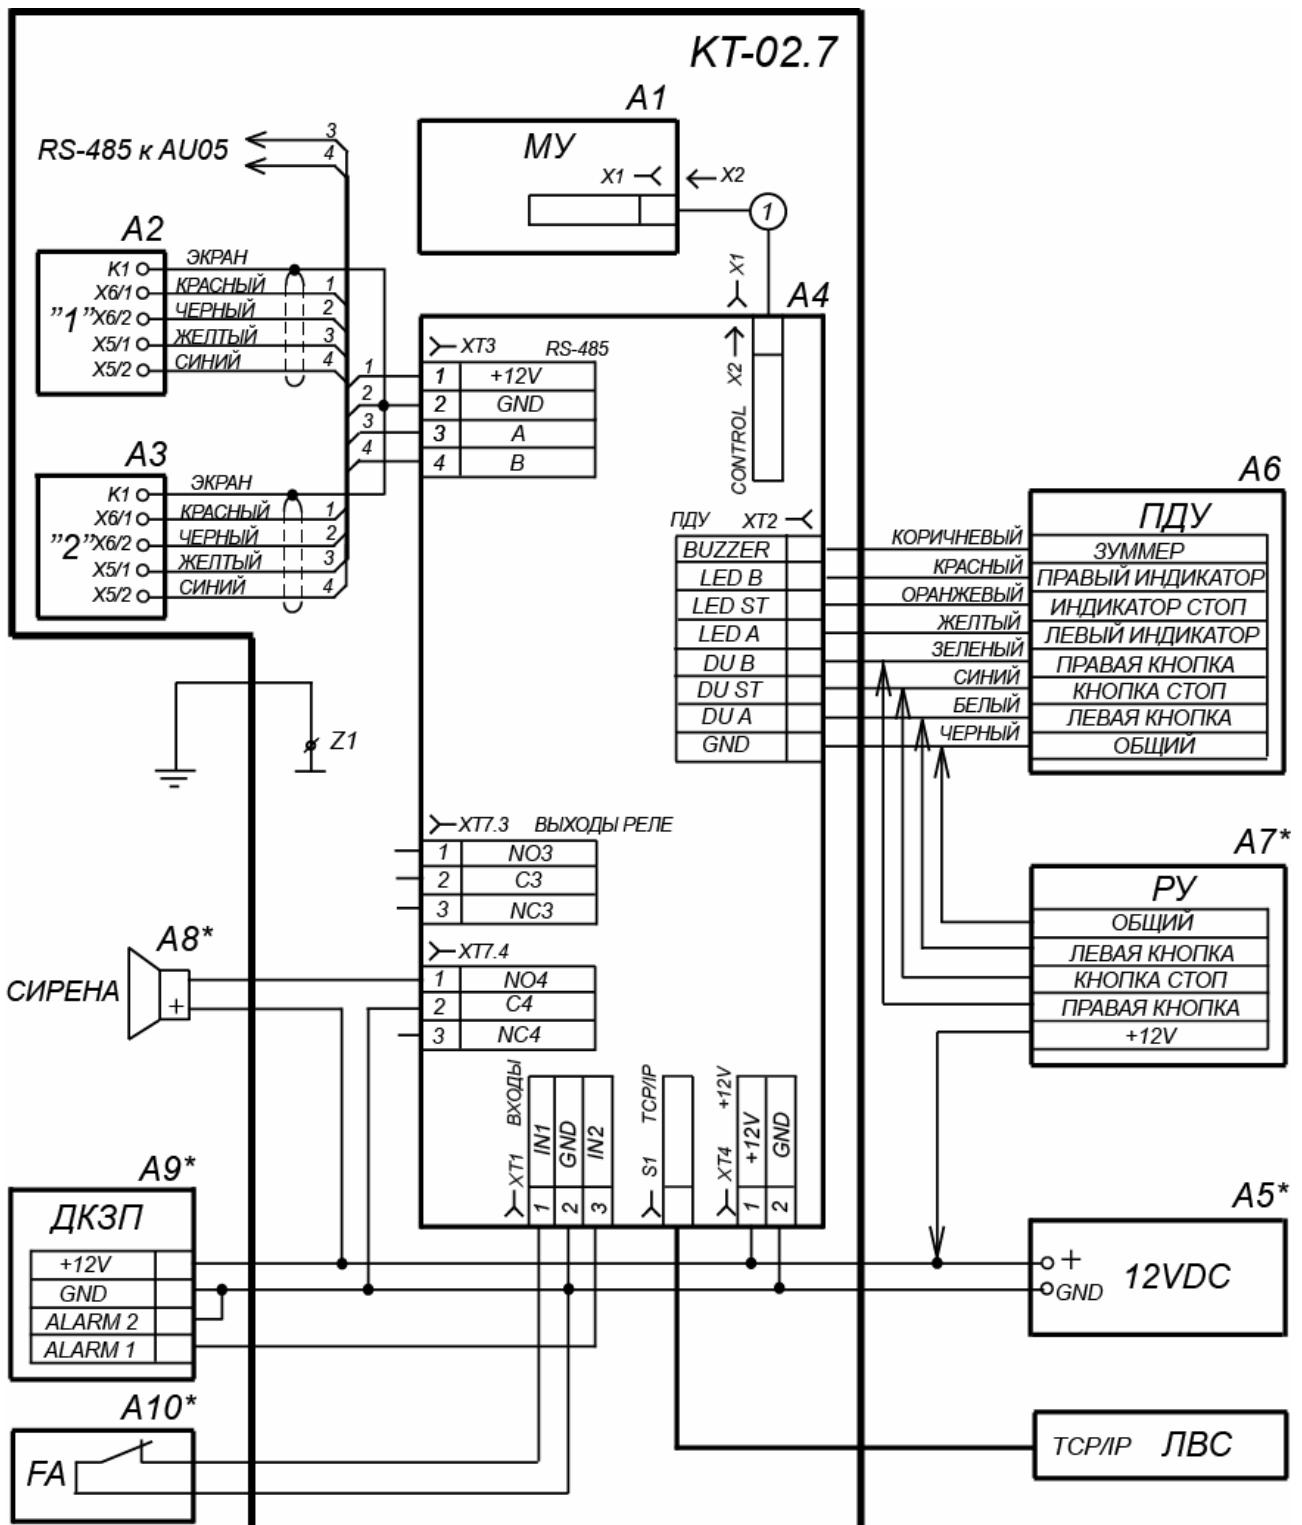

Рисунок 12. Схема подключения ЭП и дополнительного оборудования¹
Расположение клеммных колодок на плате контроллера ЭП показано на рис. 5, назначение контактов клеммных колодок указано в табл. 1. Схема подключения приведена на рис. 12. Используемые при подключении типы кабелей указаны в табл. 4. При монтаже ЭП придерживайтесь следующей последовательности действий:
- позиционные обозначения А1-А4 – указаны на рис.12.
8. Снимите крышку турникета (3), открыв ключом замок (4) (см. разд. 6).
9. Подключите кабель питания (12) к клеммной колодке **XT4** на плате контроллера. Подключите кабель (10) ПДУ (9) к клеммной колодке **XT2**. Подключите, при необходимости, кабели от других устройств к соответствующим клеммным колодкам платы контроллера (см. рис. 5 и рис. 12).